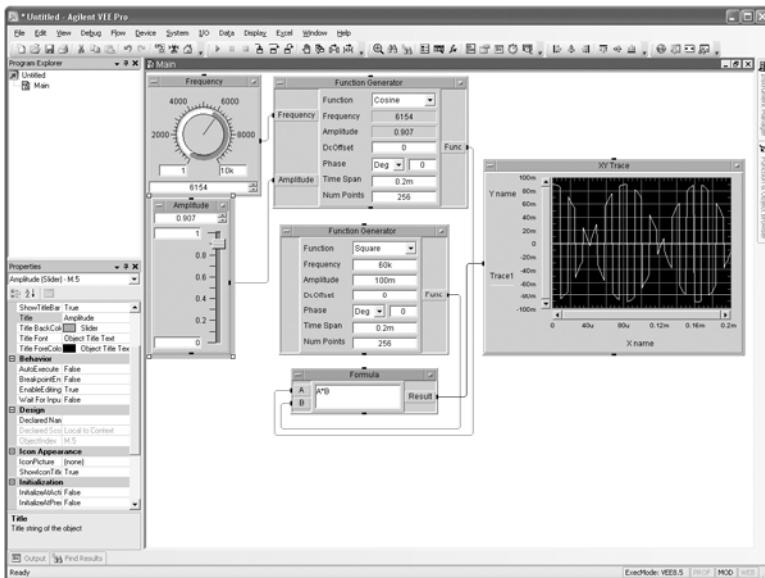

Рис. 1.4
7. Запустить программу и посмотреть результат. Составленная программа будет выглядеть аналогично рис. 1.4.